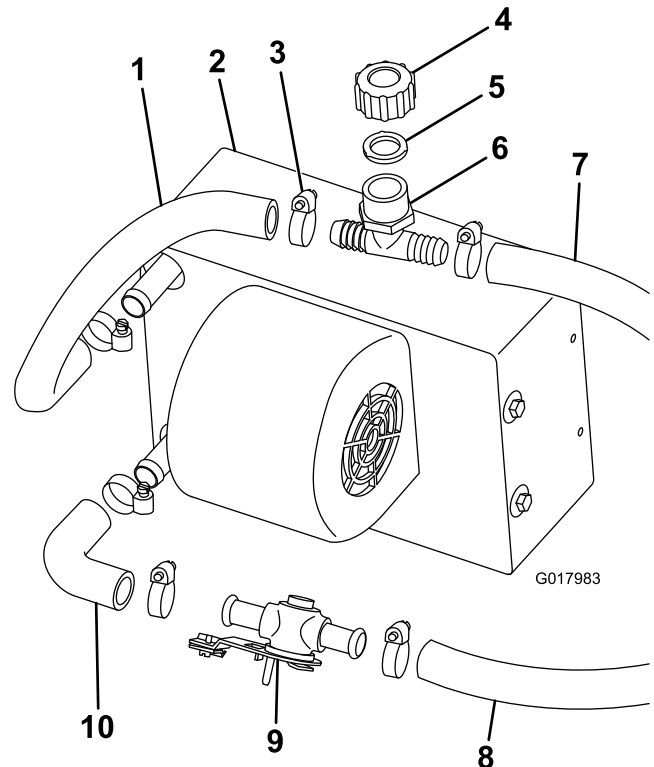

Figura 2
1. Fissate senza stringere il flessibile a gomito al raccordo inferiore del gruppo riscaldatore con una fascetta stringitubo (Figura 2).
2. Collegate la valvola del riscaldatore al raccordo a gomito con una fascetta stringitubo (Figura 2).
3. Tagliate un pezzo da 30 cm del flessibile da 5/8 poll. e fissatelo al raccordo superiore del gruppo riscaldatore con una fascetta stringitubo (Figura 2).
4. Collegate il tubo di riempimento a T bianco, la guarnizione e il cappuccio al flessibile del riscaldatore superiore con una fascetta stringitubo (Figura 2).